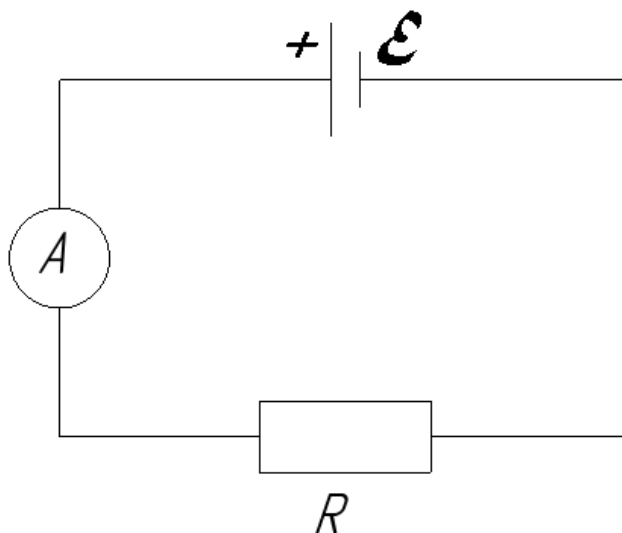

Рисунок 1.3.2 – Схема подключения амперметра
- 5) Выполнить измерения силы тока от 0 В при повышении напряжения с шагом 0,5 В до 4 В и с шагом 1 В при напряжении более 4 В (рисунок 1.3.2), заполнить таблицу 1.3.2.